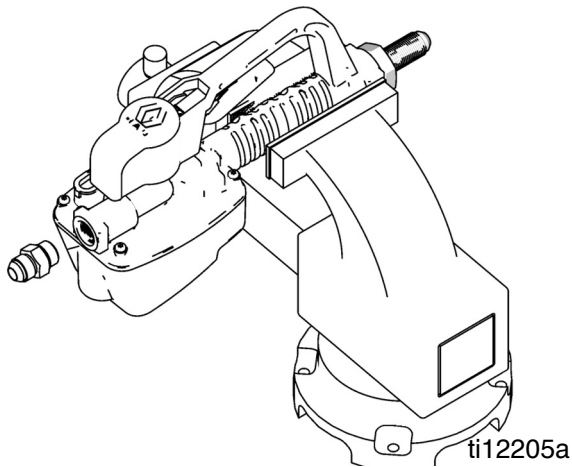

Рис. 6
6. Установите фитинг (4) на выходе расходомера (Рис. 6). Закрепите фитинг гаечным ключом.